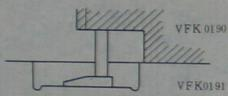

图 1-25 带盘高度调整 (1)
2) 参看图 1-25, 安放好柱杆调节板, 并将带盘高度表置于其上。在该带盘高度表的测量探靴与柱杆调节板的切口部分接触良好时, 调节带盘高度表指针到“0”。